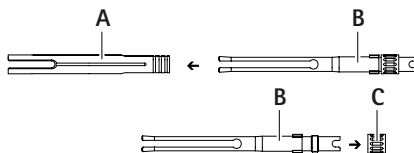

Рис. 8
- Отвинтите зажимной винт **С** назад и снимите его с цангового зажима **В**, см. Рис. 8.